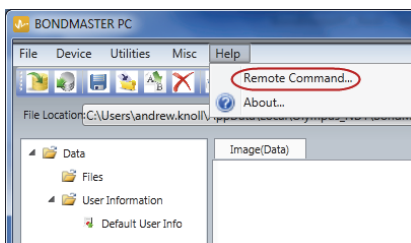

Рис. 6-11 Выбор Remote Command (Удаленная команда)
- ◆ В меню **Help** (Справка) выберите **Remote Command** (Удаленная команда) [см. Рис. 6-11 на стр. 131].